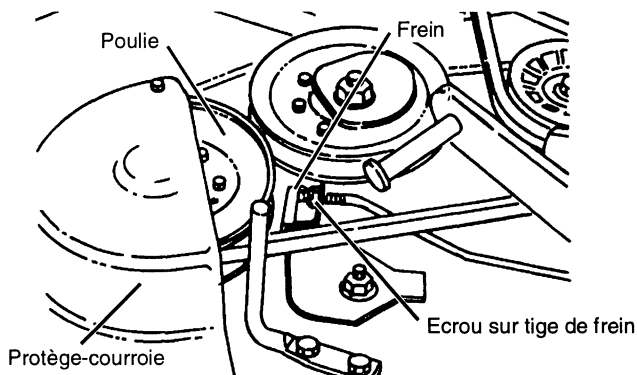

FIGURE 36
- Mesurer la distance entre la surface du frein et la surface de la poulie de freinage (voir Fig. 36).